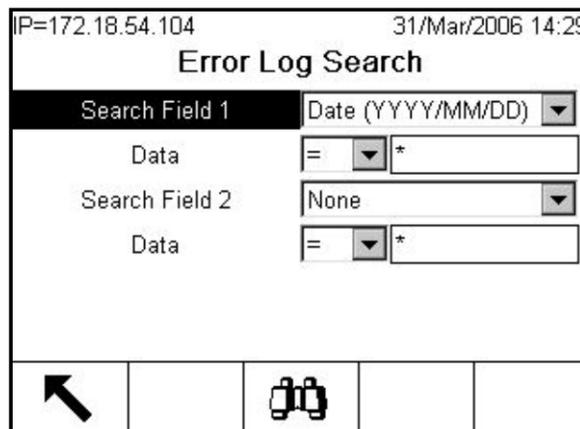

Figure C-40: Écran Error Log Search
- Appuyez sur la touche programmable AFFICHER TABLEAU . L'écran Error Log Search (Figure C-40) s'affiche.